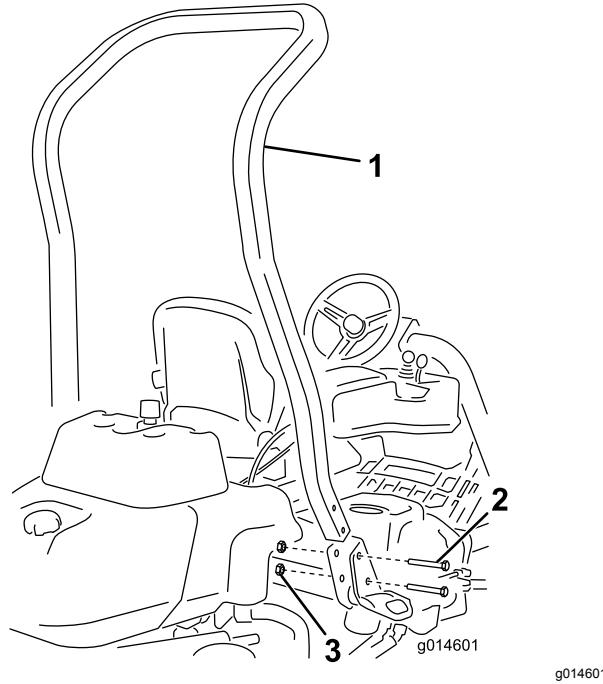

図 3
3. 機体の左右にあるポケットにROPSを差し込み、ボルト $\frac{1}{2}'' \times 3\frac{3}{4}''$ 4本とフランジナット $\frac{1}{2}''$ で図3のように固定する。